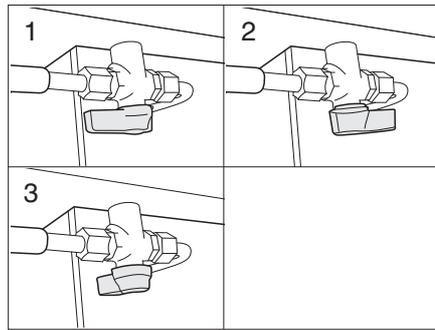

Bild 89 Umschaltventil Gastank - Gasflaschen
- Umschaltventil (Bild 89,1) in Stellung 1 stellen. Geräte werden mit Gas aus dem Gastank versorgt.
- Umschaltventil (Bild 89,2) in Stellung 2 stellen. Geräte werden mit Gas aus den Gasflaschen versorgt.
- Umschaltventil (Bild 89,3) in Stellung 3 stellen. Die Gasversorgung ist unterbrochen.